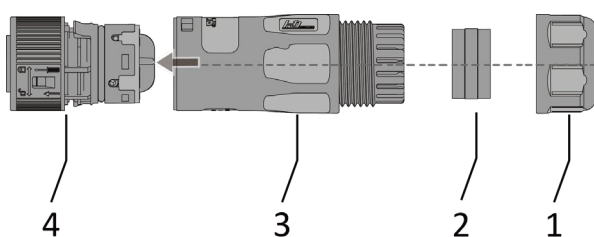

Abb. 14. Netzanschlussstecker
1. Beschreibung der Teile des AC-Steckers [siehe Abb. 14]